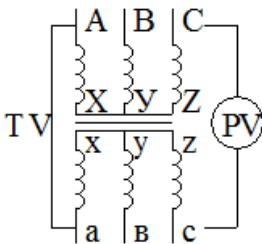

Рис. 2 Схема определения группы соединения методом вольтметра
4. Собрать схему определения группы соединения методом вольтметра (рис. 2). Провести измерения.
а) одинаковые группы соединения обмоток. Собрать схему (рис. 2).